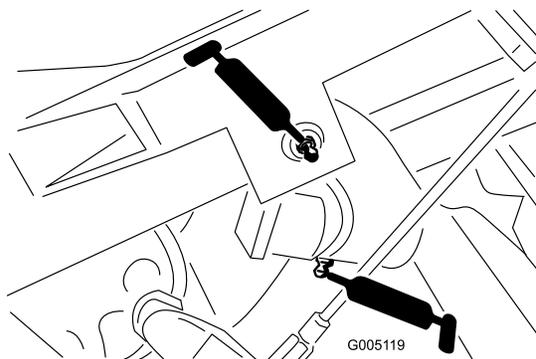

図 38
- 昇降アームのピボット3か所とピボットヒンジ3か所 図 38